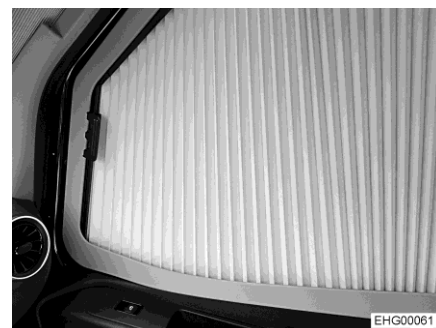

Bild 43 Plisségardin (passagerarfönster)
- Dra försiktigt plisségardinen till motsatt sida tills magnetlåset håller plisségardinen (Bild 43) på plats.